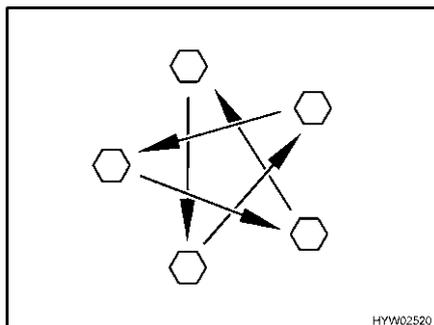

Fig. 268 Serrare a croce i dadi o i bulloni delle ruote
- Controllare regolarmente il serraggio dei dadi o dei bulloni. Regolare a croce (Fig. 268) il serraggio dei dadi o dei bulloni di una ruota sostituita dopo circa 50 km.
- ▷ Serrare a croce i dadi o i bulloni delle ruote (Fig. 268).